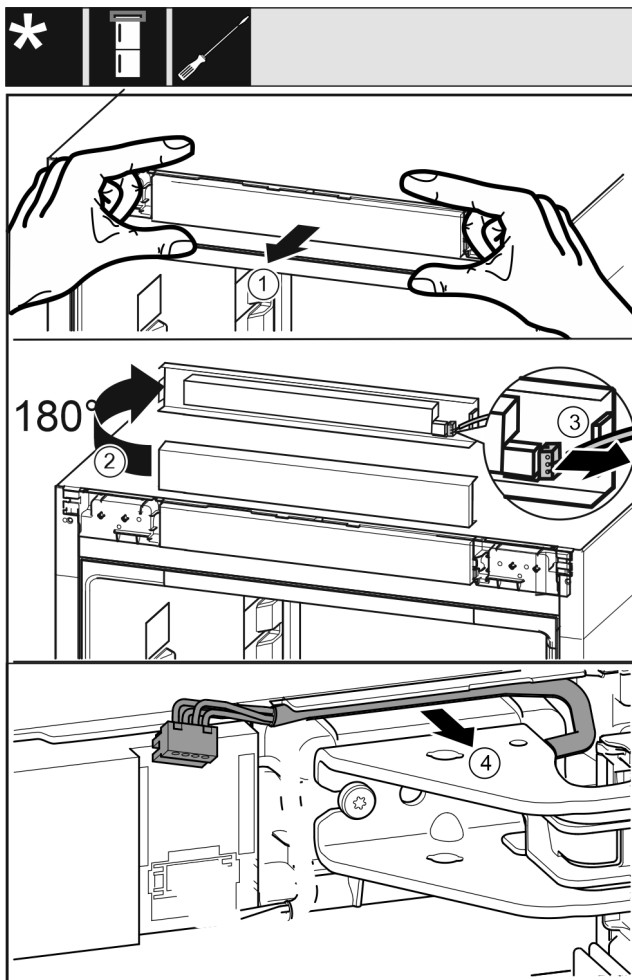

Fig. 19
- ▶ Desfaceți spre înainte cu precauție masca de operare a aparatului. Fig. 19 (1)
- ▶ Rotiți masca de operare în sus cu 180°. Fig. 19 (2)
- ▶ Apăsăți ciocul de fixare spre înapoi și extrageți cu precauție fișa. Fig. 19 (3)
- ▶ Desfaceți cu precauție cablul deasupra suportului de lagăr din ghidaj. Fig. 19 (4)